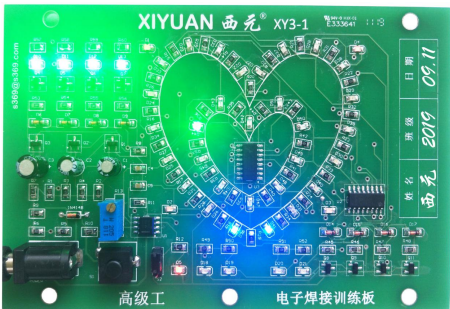

图 23 高级板产品实物照片
3) 高级板型号为 XY3-1，长 125mm，宽 83mm，如图 23 所示。高级板增加了集成电路焊接训练，分为跑马灯系统和闪烁灯系统，通过电位器的调整控制跑马灯速度，或者闪烁频率。高级板包括 IC 芯片、电容、电阻、三极管等多种元器件，产品器件选型贴合计算机主板，使焊接人员快速掌握主板故障排查和维修技能。